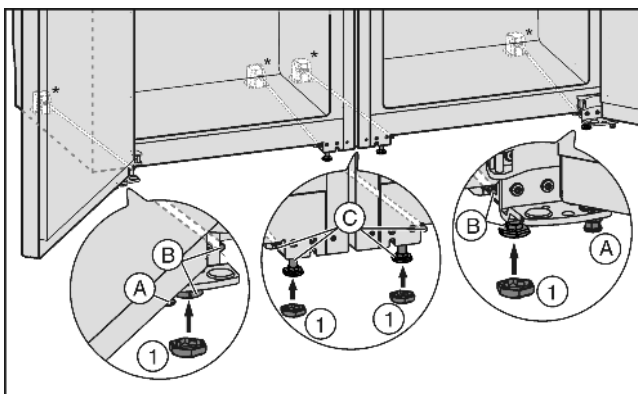

Fig. 4
- ▶ У випадку необхідності повністю закрутіть ніжки Fig. 4 (A) спереду обох пристроїв, щоб вони не торкались підлоги.
- ▶ Вставте ковпачки Fig. 4 (1) на чотири передні ніжки.
- ▶ Закрутіть середні ніжки Fig. 4 (C), щоб вони не торкались підлоги.
- ▶ Вирівняйте комбінацію за допомогою зовнішніх ніжок Fig. 4 (B).
- ▶ Знову опустіть середні ніжки Fig. 4 (C) доки вони не торкнуться підлоги.
- ▶ Після цього підіпріть дверцята: Опустіть опорні ніжки Fig. 4 (A) на опорному кронштейні доти, доки вони не будуть опиратись на підлогу, потім поверніть далі на 90°.